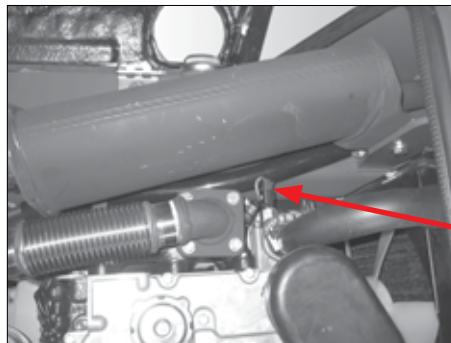

Fig. 93
Temperaturkontrollampen pos. 5 (Fig. 14) er sluttet til to temperaturfølere, den ene sidder på motoren (Fig. 93) og den anden på den hydrauliske olietank (Fig. 94). Afklem kablet til en af de to temperaturfølere for at finde ud af, om motoren eller den hydrauliske olie (eller begge) er blevet for varm.